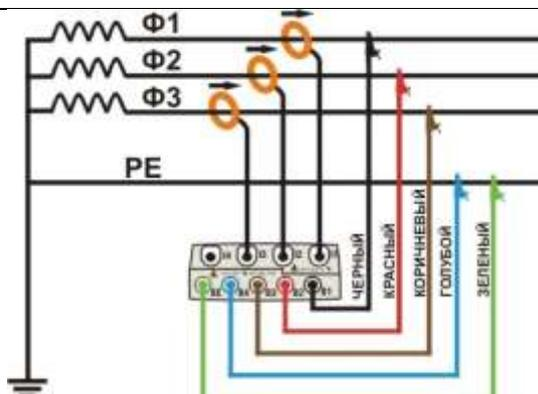

Рисунок 127: Подключение прибора к **трехфазной 3-проводной** системе PE
3. Произведите подключение т/преобразователя к кабелям фаз L1 L2, L3, как показано на рис. 127, соблюдая направление стрелки т/преобразователя, указывающее стандартную направленность тока от генератора к нагрузке. Перед началом записи убедитесь, что **на экранах (раздел Real Time Values/ Значения в реальном времени) производится отображение положительного значения активной мощности и коэфф. мощности, относящихся к нагрузке, которая обычно должна быть индуктивной**. В случае отрицательных показаний поменяйте направление подключения т/преобразователя на силовых кабелях на 180 градусов.